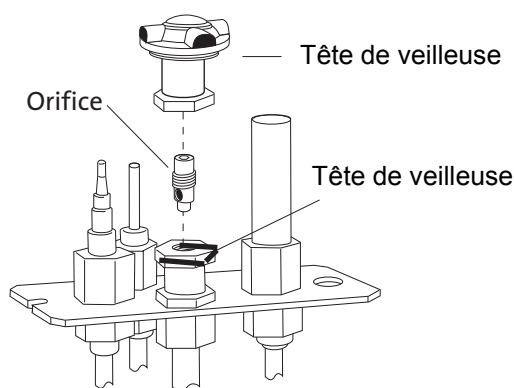

Figure 20. Retrait et remplacement de l'orifice de veilleuse.
9. Change the Pilot Orifice: From within the firebox, remove the Pilot Head by pulling it straight up from the pilot base. See fig. 20.
10. Serrez l'orifice dans la base de l'ensemble pilote. Pour éviter les fuites de dérivation, assurez-vous que l'orifice est fermement fixé et affleure avec la base. Remplacez la tête du pilote en la poussant vers le bas sur la base de la veilleuse. Voir fig. 20.